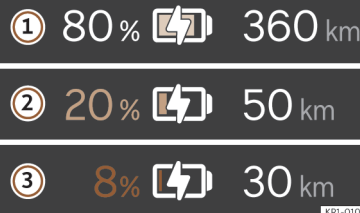

Abb. 2 Im digitalen Kombi-Instrument: Reichweite und Reserve-Anzeige.
Der aktuelle Ladezustand der Hochvoltbatterie wird mit dem Symbol im digitalen Kombi-Instrument >>> (**Abb. 2**) ① angezeigt. Das Symbol zeigt je nach Ladezustand eine mehr oder weniger gefüllte Batterie an.
Die Fahrzeugreichweite wird je nach gewählter Einstellung in Kilometer (km) oder Meilen (mi) angegeben >>> (**Abb. 2**) ②.
Reservebereich >>> (**Abb. 2**)